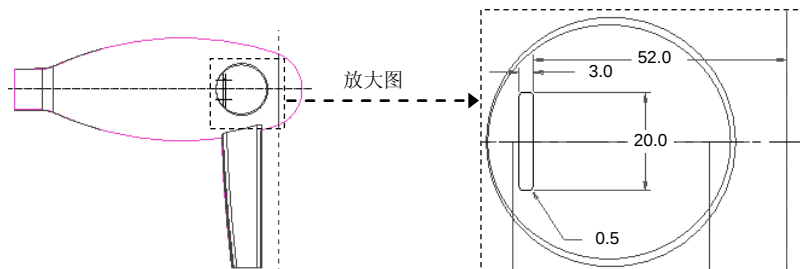

图 6.7.53 截面草图
(2) 在操控板中单击 **放置** 按钮，在系统弹出的“放置”界面中单击 **定义...** 按钮。然后设置草绘平面为 **TOP** 基准平面，参照平面为 **RIGHT** 基准平面；方向为 **右**；特征截面如图 6.7.53 所示；深度类型为 **穿过所有**。